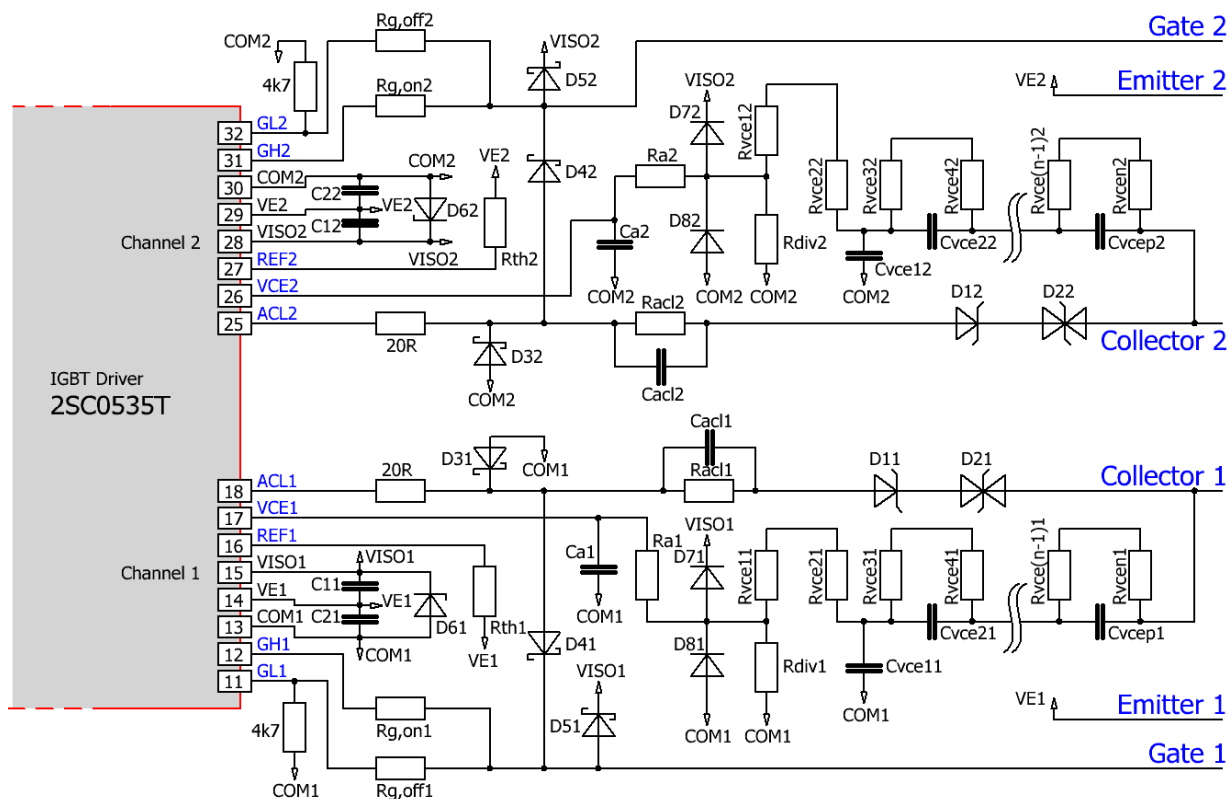

图7 2SC0535T副方用户接口推荐电路
建议在VISOx和VEx端子之间插入一个9.4μF的外部电容（图7中的C_{1x}）以驱动门极电荷低于4.7μC的IGBT模块。
- VISOx和VEx之间（图7中的C_{1x}）每超过1μC增加4μF
- VEx和COMx之间（图7中的C_{2x}）每超过1μC增加2μF
VISOx和COMx之间（图7中的D6x）必须放置一个公差为2%的27V齐纳二极管（例如，NXP提供的BZX384-B27）。请注意，在未来的版本中，PCB编号为CT-271-3或更高的2SC0535T将会在驱动核上内置该齐纳二极管。届时，将不需要使用外部齐纳二极管。
集电极电位检测回路必须按照图7中所示的电路连接到IGBT集电极，以检测IGBT过流或短路。
基本有源钳位电路是将IGBT的集电极电位通过瞬态电压抑制二极管(TVS)反馈到IGBT门极的单反馈电路。2SC0535T支持CONCEPT的高级有源钳位，通过此功能还可将反馈信号送进驱动器副方的管脚ACLx：只要20Ω电阻（如图7所示）右侧的电压超过大约1.3V，驱动器内部的关断MOSFET就会被逐步关断，以提高有源钳位的效率，降低TVS中的损耗：当20Ω电阻（如图7所示）右侧的电压达到20V（参考COMx）时，关断MOSFET将会被完全关断。
推荐使用图7中所示的电路。下面的参数必须针对具体的应用进行修改：